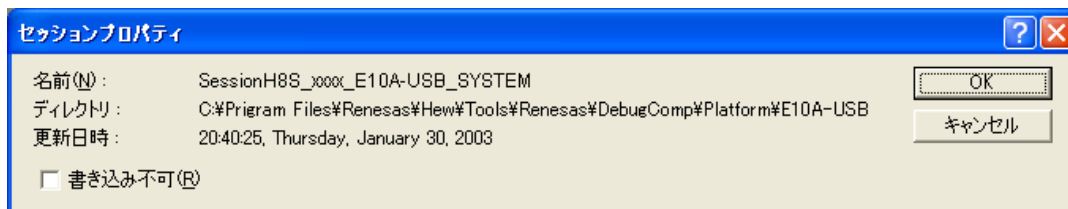

図 4.31 [セッションプロパティ]ダイアログボックス
3. [プロパティ]ボタンをクリックしてください。[セッションプロパティ]ダイアログボックスを表示します(図 4.31)。